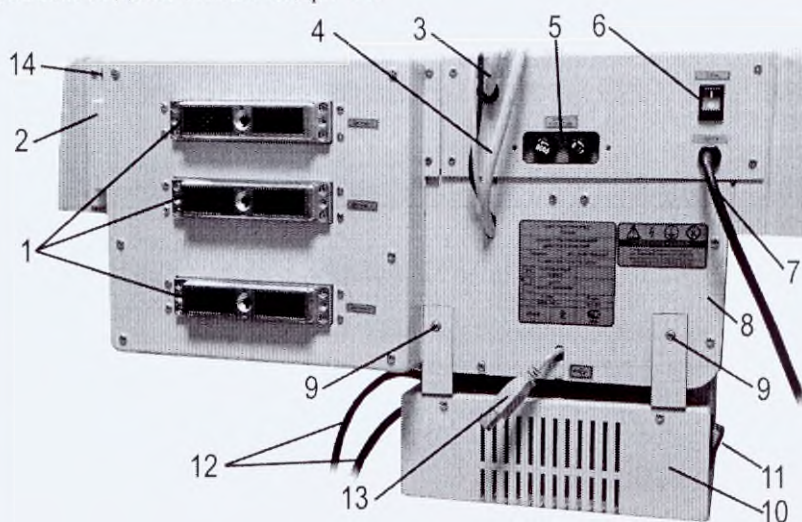

Рис. 2.2. Задняя панель прибора
-закрепите разделительный трансформатор (при наличии в комплекте поставки) на нижней поверхности блока ультразвукового, как представлено на рис 2.2. Для этого заведите направляющие крепления трансформатора в две дальние прорези на нижней части блока ультразвукового и закрепите его двумя винтами на задней стенке прибора, поз. 9, рис.2.2.
2. Если число датчиков в комплекте превышает количество разъемов, поз. 2 на рис. 2.2, для подключения датчиков, в комплект поставки может входить держатель разъема датчика, укрепляемый на защитной крышке 8 рис. 2.2 двумя винтами.
На задней панели прибора, представленной на рис. 2.2, расположены следующие элементы:
Подключите разъемы датчиков к разъемам 1 рис.2.2, расположенным на задней стенке прибора. При подключении датчиков аккуратно вставьте направляющую разъема датчика в ответную часть на блоке и поверните ключ по часовой стрелке на 90 градусов.
**Важно!** После выключения прибора, необходимо отключить общее питание клавишей **6**, находящейся на задней панели, рис. 2.2.